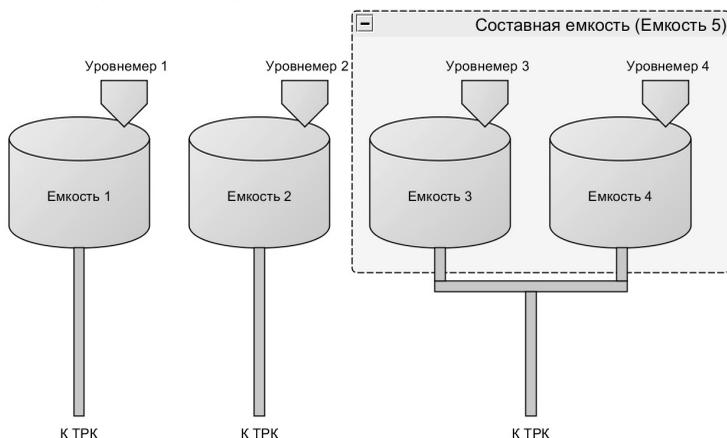

Рисунок 18
10.7 Рассмотрим пример настройки конфигурации из четырех емкостей (рисунок 18), из которых две последние емкости подключаются к одному трубопроводу и являются составной емкостью.